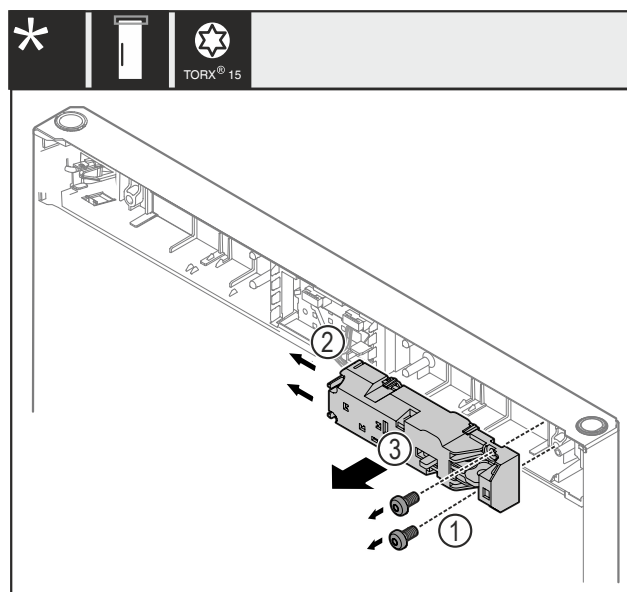

Fig. 24
- Retirer les vis Fig. 24 (1).
- Pousser les ergots Fig. 24 (2) sur le côté et retirer la fermeture Fig. 24 (3).